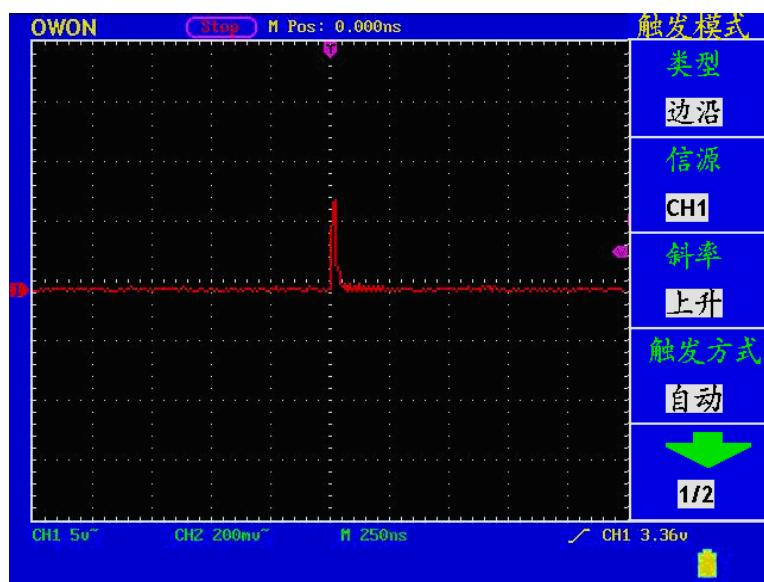

图 58： 捕捉单次信号
- 12、若屏幕上方触发状态指示没有显示 **Ready**，则按下 **RUN/STOP**（运行/停止）按键，启动获取。等待符合触发条件的信号出现。如果有某一信号达到设定的触发电平，即采样一次，显示在屏幕上。利用此功能可以轻易捕捉到偶然发生的事件，例如幅度较大的突发性毛刺：将触发电平设置到刚刚高于正常信号电平，按 **RUN/STOP**（运行/停止） 按键开始等待，则当毛刺生时，机器自动触发并把触发前后一段时间的波形记录下来。通过旋转面板上水平控制区域的 **水平位置** 旋钮，改变触发位置的水平位置可以得到不同长度的负延迟触发，便于观察毛刺发生之前的波形。见图 58。